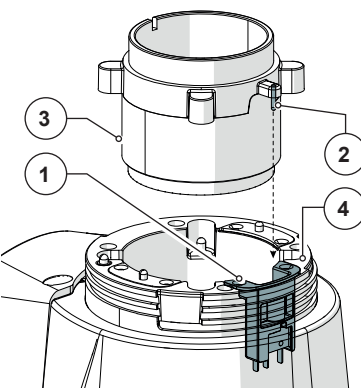

Fig. 6
- **Microinterruttore di rilevamento presenza camera estraibile (Fig. 6)**